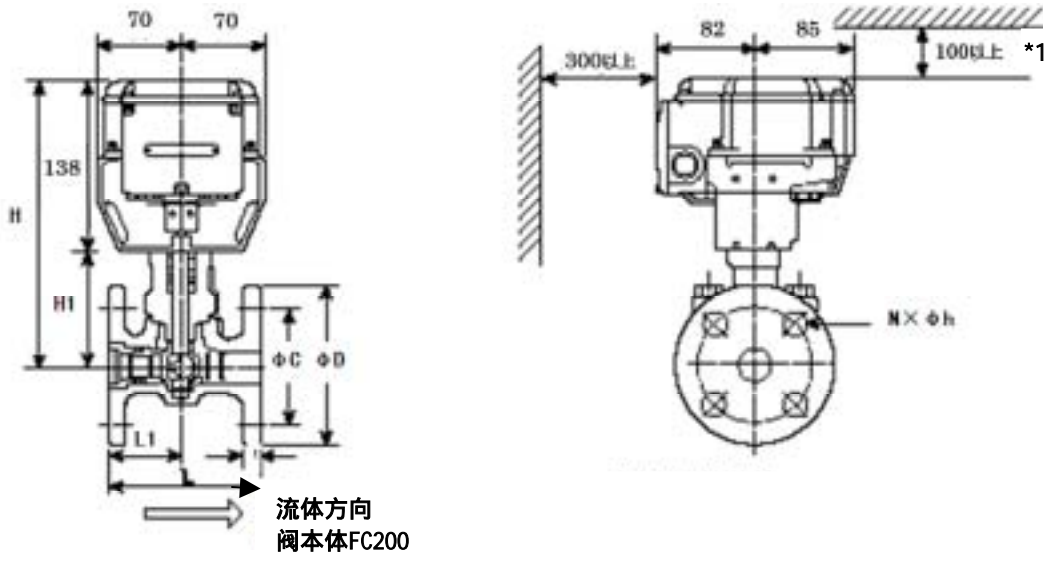

图1. 外形尺寸(mm) 阀本体：FC200
- 2) 请将本产品安装在容易进行维修保养、检修的位置。能够进行维修保养、检修所必需的最小尺寸余量如图1、2所示。如果安装在天花板内侧，请在阀体的下面配装凝结水盘。